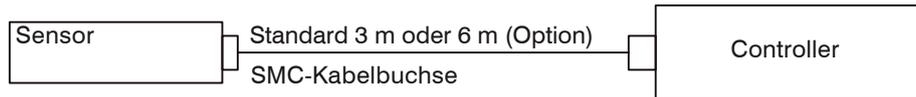

Abb. 6 Sensorkabelausführungen, Anschlusskabel steckbar
- Anschlusskabel steckbar, siehe Abb. 6.